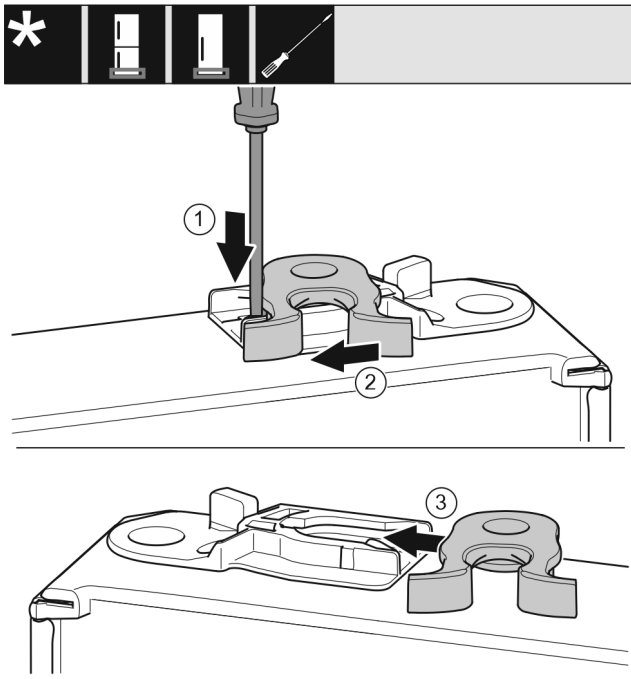

Fig. 49 *
- Прижмите накладку Fig. 49 (1) шлицевой отверткой вниз.*
- Выведите запорный крючок Fig. 49 (2) из направляющей.*
- Вставьте запорный крючок Fig. 49 (3) в направляющую с другой стороны.*